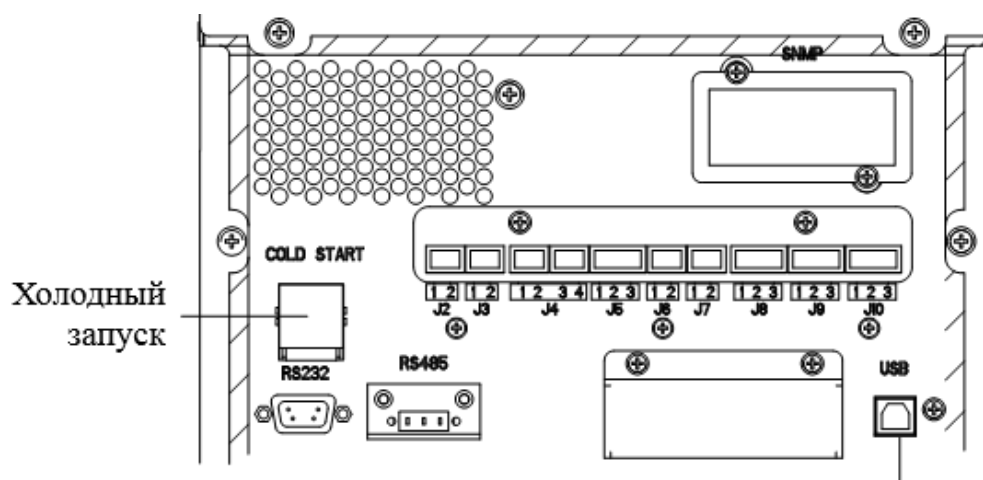

Рис. 5-1 Положение кнопки холодного запуска батареи
2. Нажмите на красную кнопку для холодного запуска батареи (см. Рис. 5-1). Система получает питание от батареи.